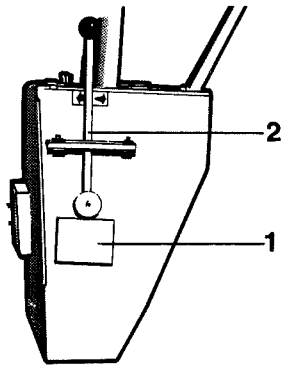
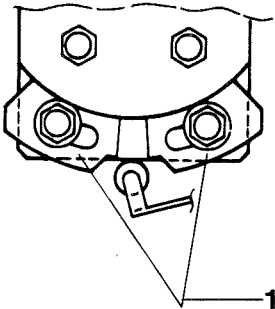

Fig. 17a Bâti de direction, côté droit
Fig. 17b 1 Talons de réglage
Le réglage de l'embrayage des vibrations à différentes vitesses de marche peut être changé, après l'enlèvement de la plaque (1), fig. 17a et en réglant les talons de réglage (1), fig. 17b.